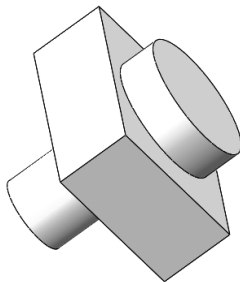

图 10-13 源文件
- 02** 在“打开”对话框中选定文件名为“10.3”, 然后单击“OK”按钮, 或者双击所选定的文件, 即打开所选文件, 如图 10-13 所示。